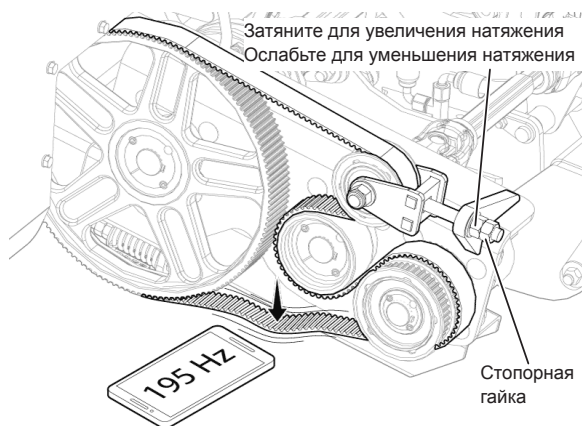

Рис. 147. Натяжение приводного ремня подающего шнека.
5. Запомните ориентацию ремня и обратите внимание на то, как он пройдет через шкивы. Снимите старый ремень и установите новый. Ориентацию ремня см. на Рис. 147 на стр. 103.